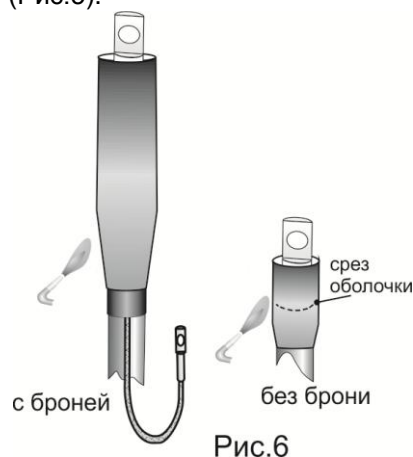

Рис.6
6. Надвинуть трубку ТУТ трекингостойкую для изолирования жилы кабеля и усадить равномерным прогревом пламени газовой горелки в направлении, указанном на рисунке. Пламя горелки должно быть размытым, желтоватого цвета (Рис.6).